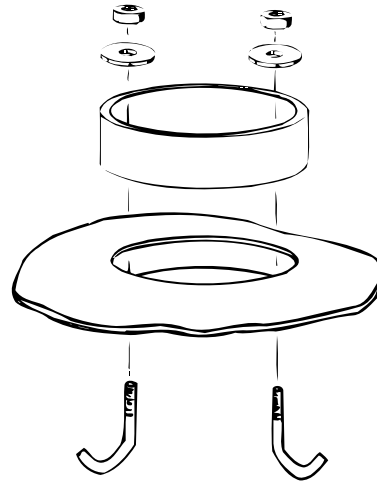

Bild 4: Montering av stos
5. Vid anslutning **rakt bakåt** tas den delen bort på skyddsplåt bak som täcker hålet. Använd dig av tätningssmassan som följer med och stryk på stosen och fäst den enligt Bild 4.
6. Även vid anslutning **topp** fäster du stosen på toppen enligt Bild 4. Använd medföljande tätningssmassa och stryk på stosen innan du fäster den.